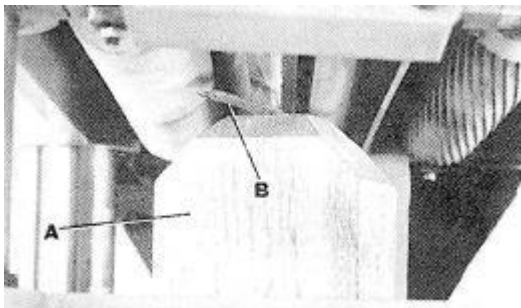

Рис. 30
3. Разместите измерительный блок (А), Рис. 30, на столе прямо под
фрезерной головкой, как показано на рисунке. С помощью щупа на 1,01 мм (0,040") (В), Рис. 30, помещенного на верхнюю часть измерительного блока, поднимайте или опускайте узел головки до тех пор, пока один из ножей не коснется щупа при нахождении ножа в самой нижней точке. Затем затяните фиксирующие ручки головки.